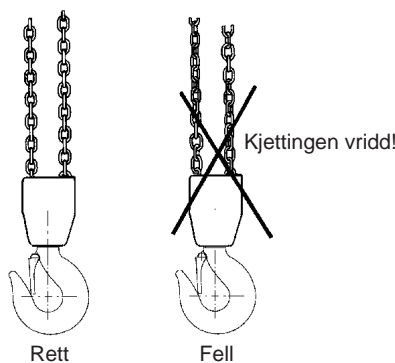

Fig. 3: Kjettingen må ikke være vridd
- Lastekjettingen må ikke ha knekk eller være vridd. For to- eller flerparts kjettingtaljer er det fare for at kjettingen blir vridd ved at underblokken vis gjennom kjettingslyngen. Dette skjer vanligvis ved ommontering eller flytting av kjettingtaljen mellom ulike arbeidssteder. Se fig. 3.